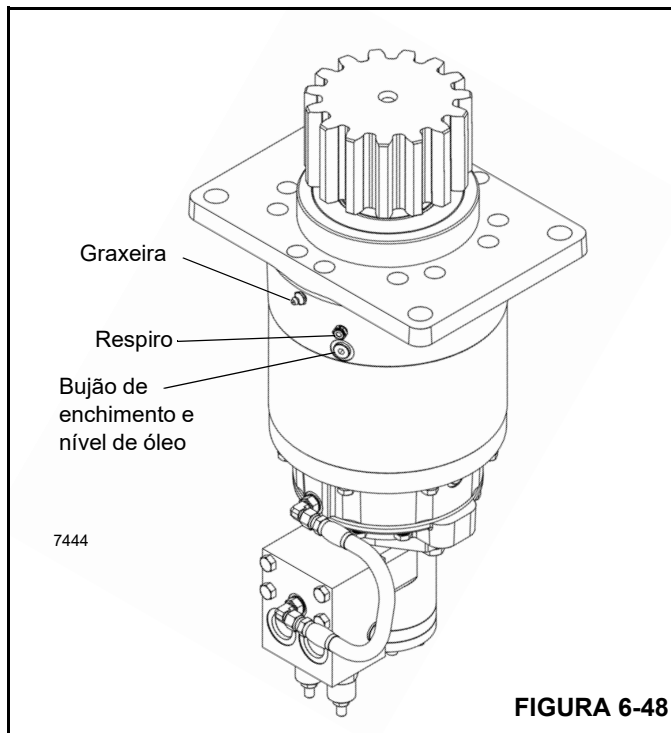

FIGURA 6-48
1. Limpe em torno do dreno da caixa de engrenagens de giro e dos bujões de inspeção e enchimento (Figura 6-48).